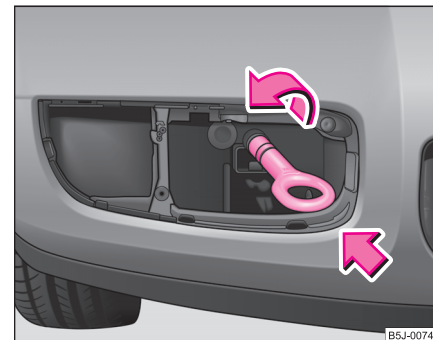

Abb. 176 Vordere Stoßfänger: Einbau der Abschleppöse
- Abschleppöse von Hand nach links bis zum Anschlag ⇒ Seite 251, Abb. 176 einschrauben.